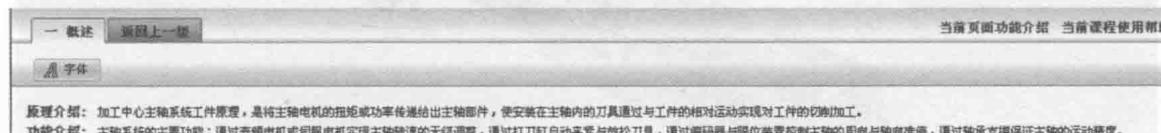

图 1.1-13 原理和功能介绍
1. 概述 包括原理介绍和功能介绍两部分，如图 1.1-13 所示。